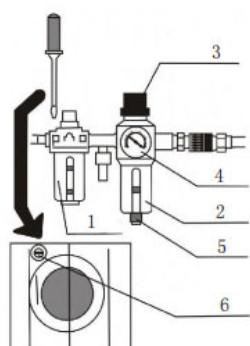

Abb.10
- *Siehe Abb.10: 1-Öler; 2-Filter; 3-Regler*